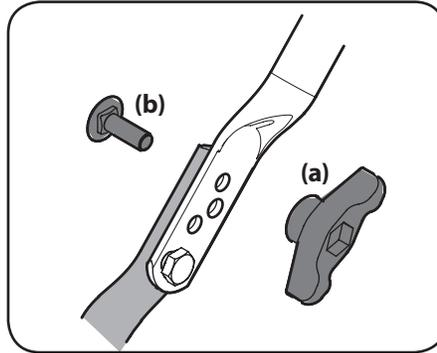

Figure 2-5
4. Pour les modèles dotés d'une poignée ajustable : Placez la poignée dans la position désirée, installez l'écrou papillon (a) et le boulon de carrosserie (b) dans le trou approprié de chaque côté de la poignée supérieure et serrez-les. Voir Figure 2-5.